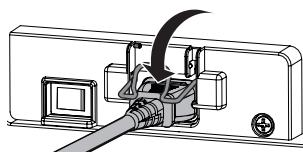

Fig.3
- Abbassare il supporto cavo di alimentazione. (Fig. 3)